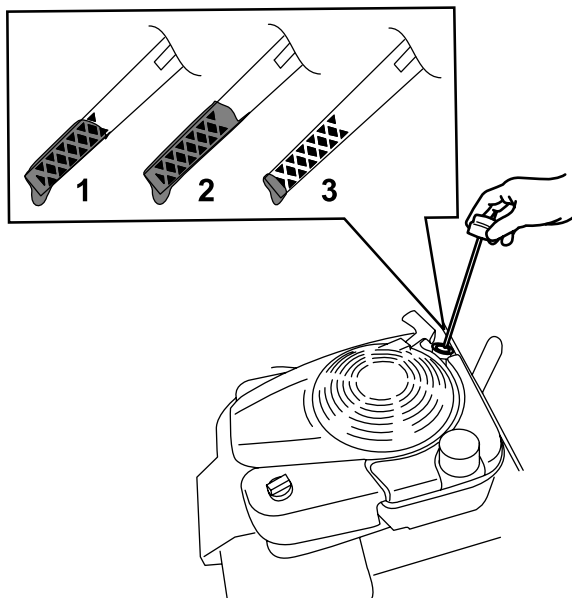

Figura 30
3. Retire a vareta rodando-a no sentido contrário ao dos ponteiros do relógio e puxando-a para fora (Figura 30).
10. Leia o nível de óleo na vareta (Figura 30).